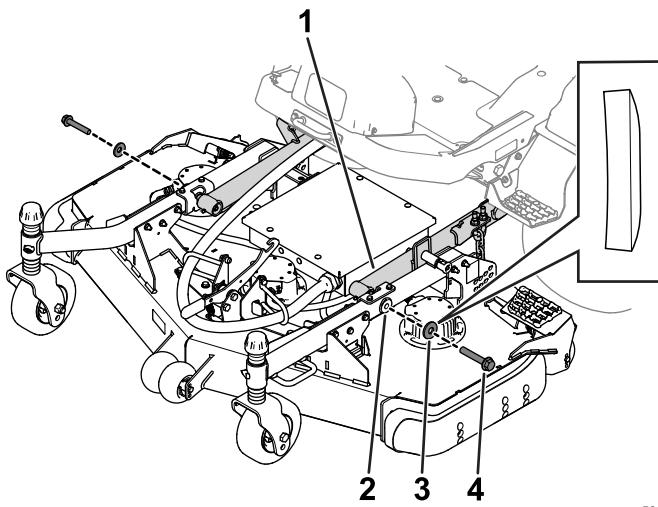

図3
4. 六角ヘッドボルト2本とワッシャ2枚でキャスタアームを昇降アームに連結する図3。
ワッシャーは湾曲側がボルトの頭に接するように配置すること(図3)。